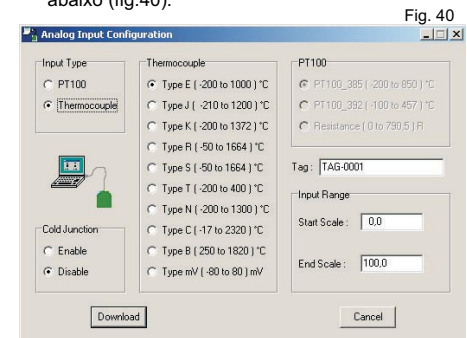

Fig. 40
- Para configurar a entrada no menu principal entre em **Configure** em seguida **Input**, abrirá a tela abaixo (fig.40):